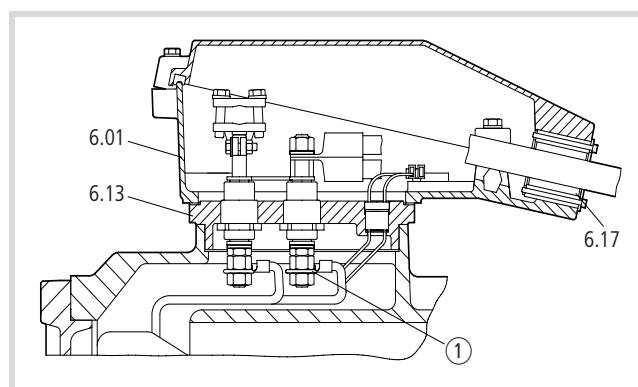

Abbildung 16: Klemmenkasten mit Einzelbolzendurchführung
- Lösen Sie Sicherungsblech ① und Mutter (→ Abb. 16).